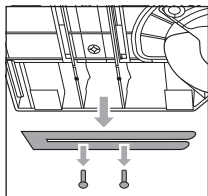

Fig. 1
- ◆ Retire os cliques de fixação **8** da parte inferior do produto e remova as hastes guia **7** (ver fig. 1).